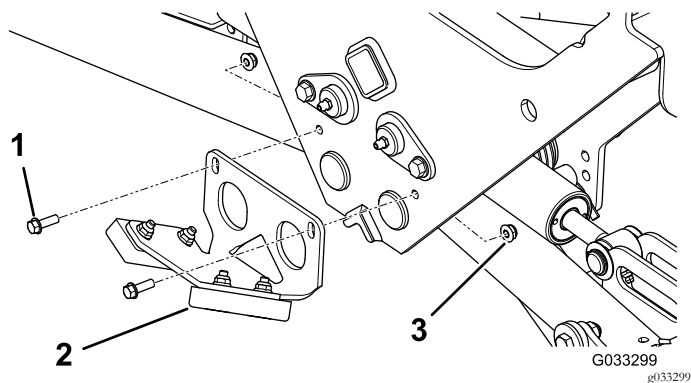

図 21
2. 後バンパーアセンブリを 図 21 のように取り付ける。